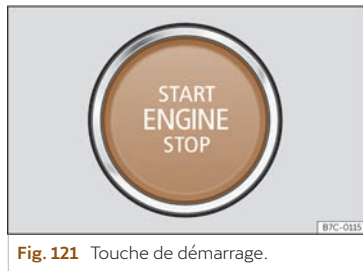

Fig. 121 Touche de démarrage.
Lorsque vous accédez au véhicule, le bouton de démarrage >>> **fig. 121** clignote pour attirer l'attention.
- Appuyez sur la touche de démarrage >>> **fig. 121** sans appuyer sur l'accélérateur. Le moteur ne pourra démarrer qu'en présence d'une clé valide dans le véhicule.
- Appuyez brièvement sur la touche de démarrage >>> **fig. 121.**